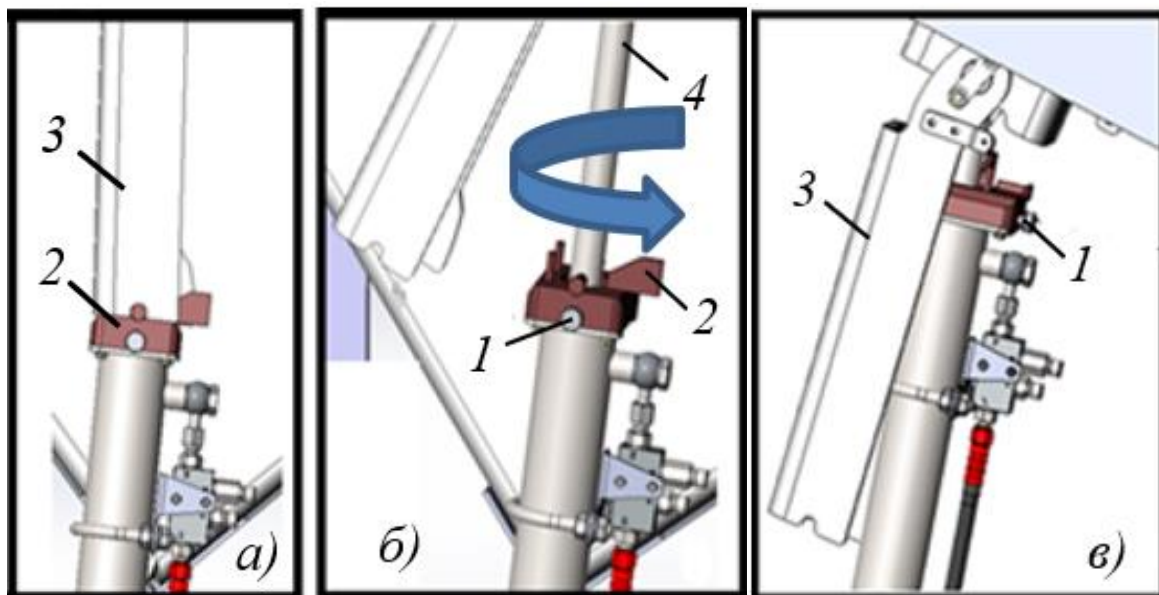

Рисунок 234 Опускание кабины оператора
- ▶ Качая съемный рычаг поз. 1 Рисунок 231 приподнять кабину, освободив упор поз. 3 рис. 21а от опоры блокиратора поз. 2 Рисунок 234 а (шток гидроцилиндра выдвинут на максимальное расстояние поз 4 Рисунок 234 б)
- ▶ Ослабить винт поз. 1 Рисунок 234 б фиксатор опоры блокиратора
- ▶ Повернуть опору блокиратора поз. 2 Рисунок 234 б против часовой стрелке на 90°, затянуть фиксатор опоры блокиратора поз. 1, Рисунок 234 в